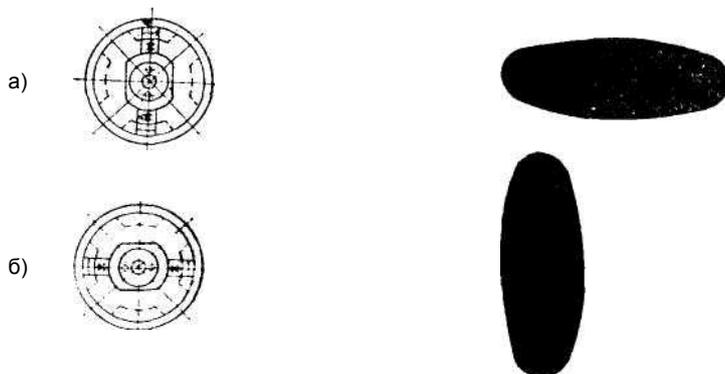

Рис. 2. Форма факела
7.6. Головкой краскораспылителя можно получать плоскую форму факела. Форма факела устанавливается поворотом головки. Различные формы факела приведены на рис. 2. Если два торцевых отверстия рожек головки будут находиться против лапок штуцера, то получится круглый факел, а если два торцевых отверстия рожек головки будут находиться против пазов того же штуцера — получится плоский факел.
При этом можно получить как горизонтальный, так и вертикальный плоский факел за счет изменения положения головки. Горизонтальный факел получится тогда, когда рожки головки будут в вертикальном положении относительно распылителя, вертикальный – когда рожки головки будут в горизонтальном положении (рис. 2).